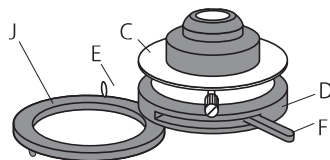

図3
3. 図3, 4を参照して以下の手順でコンデンサを取りつけます。(コンデンサがプリセットされている場合はこの作業は不要です)左右のコンデンサ芯出しつまみ(A)を緩めて、コンデンサホルダ(B)からコンデンサホルダリング(C)を取り外します。コンデンサホルダリングの下方よりコンデンサ(D)を挿入し、コンデンサ固定ネジ(E)を締めて両者を組み合わせます(コンデンサ絞りの調整つまみ(F)を観察者側に向くように取り付けます)。コンデンサホルダリングにある切れ込み(G)がコンデンサホルダのピン(H)に合うようにして、コンデンサをコンデンサホルダに挿入後、左右のコンデンサ芯出しつまみ(A)を締め、接眼レンズを覗いたときに視野内が照明されるように調整します。コンデンサホルダリングが取り外しにくい場合や、コンデンサホルダに挿入しにくい場合は、粗動焦点ハンドルやコンデンサ上下ハンドルを調整して操作しやすい位置に調整します。コンデンサの正確な位置調整はこの後に解説があります。
7. フィルタを併用する場合はフィルタホルダ(図3-J)に配置します。